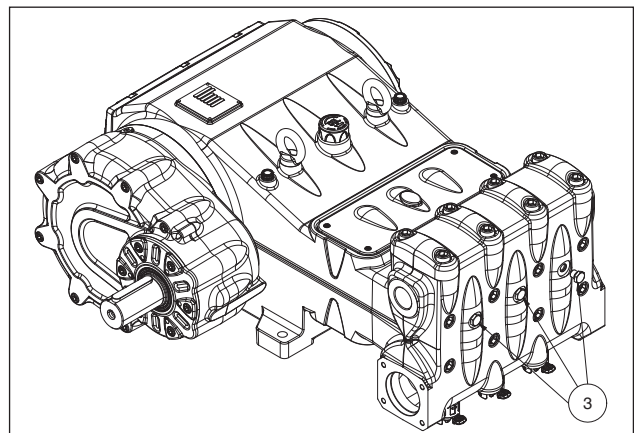

Fig. 11
**Si des problèmes d'amorçage se produisent en raison d'une alimentation électrique insuffisante, il est possible d'intervenir en retirant les trois capuchons avant de la tête (à l'exclusion de la version MK240) comme indiqué pos. ③ Fig. 11.**